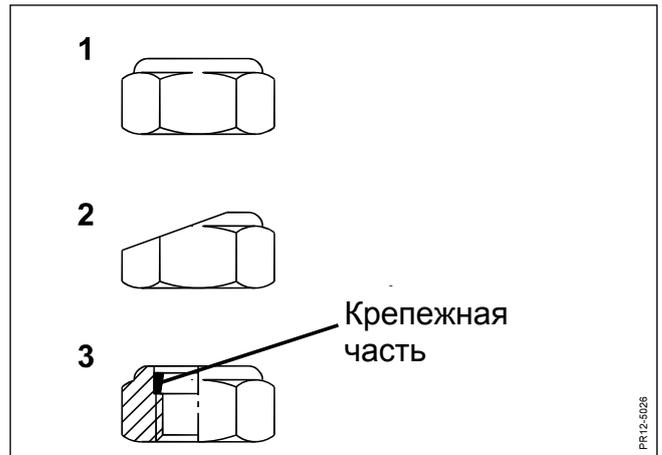

Рис. 5-7
- Рис. 5-7 Заменить контргайку если: